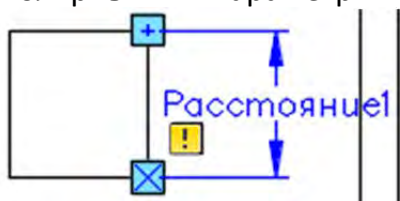

Рисунок 9.21 Установка полярного параметра
2. Выберите параметр «Полярный»  на вкладке «Параметры» панели «Вариаций блока». Установите первую точку параметра, затем вторую. При установке полярного параметра определяется положение ручек (рисунок 9.21). Полярный параметр по умолчанию называется «Расстояние1».